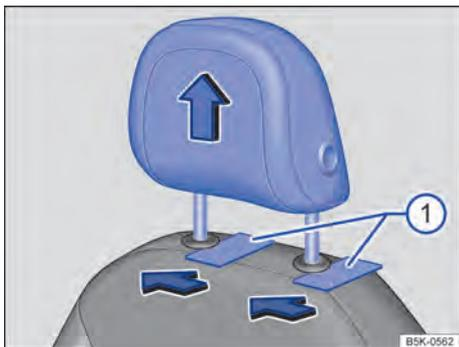

Fig. 45 Desinstalar o apoio para cabeça dianteiro.
- Para desbloquear, empurrar um objeto chato, por exemplo, cartão de plástico, entre o revestimento do encosto do banco e as capas de cobertura das barras guia do apoio para cabeça \Rightarrow Fig. 45 , enquanto uma segunda pessoa puxa totalmente para baixo o apoio para cabeça.